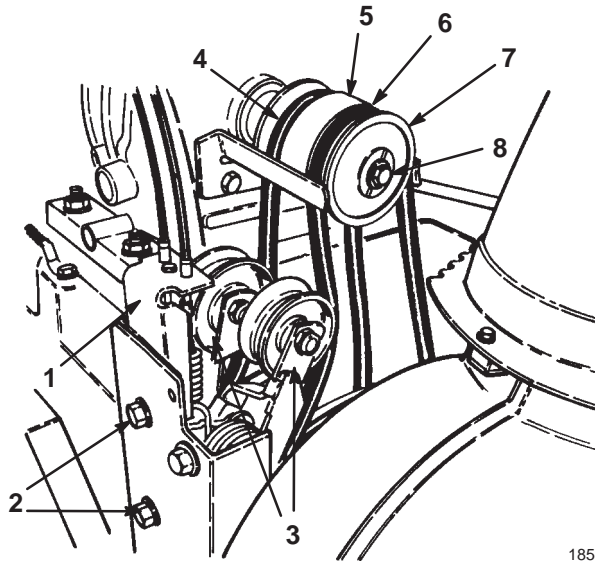

Bild 31
Tauschen Sie den Antriebsriemen von Schnecke/Gebläserad oder den Fahrtriebsriemen aus, wenn er (Bild 31) abgenutzt, ölgetränkt oder auf eine andere Art beschädigt ist.
5. Nehmen Sie die beiden Bundbolzen ab, mit denen die Spannscheibengruppe am Motorrahmen befestigt ist, und nehmen Sie die Spannscheibengruppe ab (Bild 31).
6. Nehmen Sie die Schraube und die Sicherungsmutter ab, mit denen die Halbantriebsscheibe an der Vorderseite der Spannscheibengruppe befestigt ist (Bild 31).
7. Schieben Sie die Halbantriebsscheibe und den Antriebsriemen für Schnecke/Gebläserad von der Kurbelwelle und nehmen Sie den Antriebsriemen ab (Bild 31).
8. Wenn der Fahrtriebsriemen erneuert werden muss, schieben Sie den mittleren Scheibenabschnitt und den Riemen von der Kurbelwelle und nehmen den Riemen von der Scheibe ab (Bild 31).
10. Wenn der Fahrtriebsriemen ausgetauscht wird, legen Sie ihn um den Fahrtrieb und den mittleren Scheibenabschnitt und schieben Sie den mittleren Scheibenabschnitt auf die Kurbelwelle (Bild 31).
11. Installieren Sie den Fahrtriebsriemen an der Spannscheibe (Bild 31).
12. Installieren Sie den Antriebsriemen für Schnecke/Gebläserad an der Halbscheibe und schieben Sie die Halbscheibe auf die Kurbelwelle (Bild 31).
14. Bringen Sie die Scheibengruppe am Motorrahmen an und befestigen Sie sie mit den beiden Bundbolzen (Bild 31).